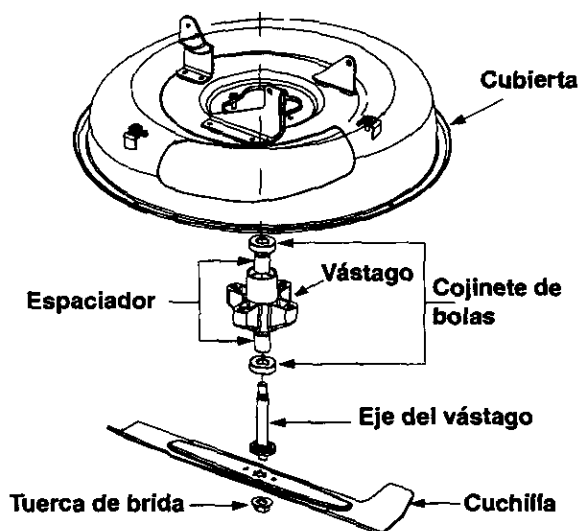

Figura 11
4. Retire la cuchilla del vástago. Vea Figura 11.
NOTA: Cuando reemplace la cuchilla, asegúrese de instalar la cuchilla con el lado de la cuchilla marcado como "Base" (o número de parte) mirando hacia el suelo cuando la cortadora está en la posición de funcionamiento. También asegúrese de que la cuchilla completa y el vástago hayan sido unidos en el orden correcto. Vea Figura 11.